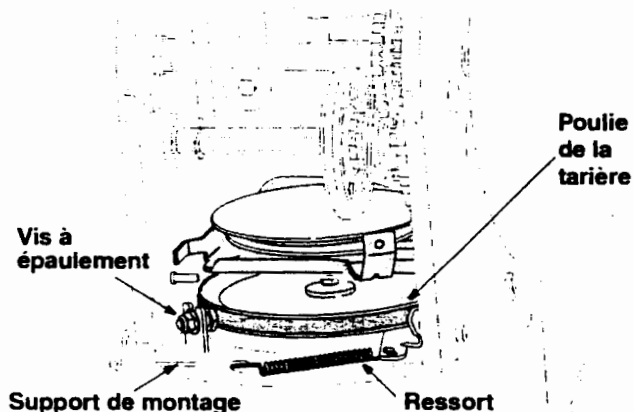

Figure 26
- Faites faire un demi-tour à la vis à épaulement et dégagez-la du support de montage. Voir la Figure 26 .
- Décrochez le ressort pour éliminer la tension sur la courroie de la tarière. Enlevez la courroie usagée et remplacez-la par une courroie neuve bien installée dans la rainure. Voir la Figure 26 .
- Enroulez la courroie de la tarière sur la poulie de la tarière. Voir la Figure 26 .